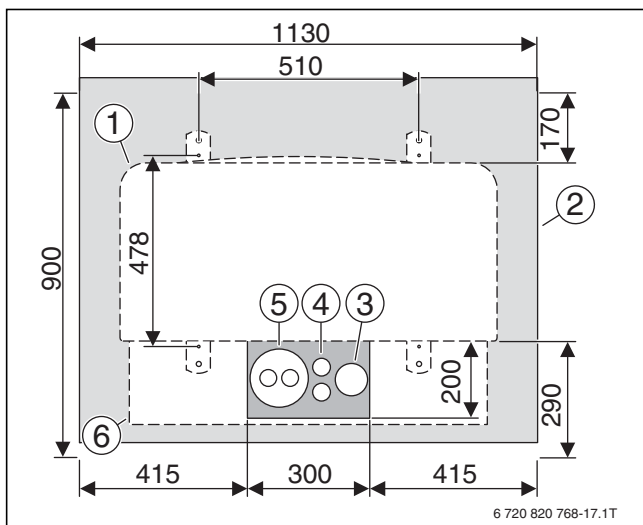
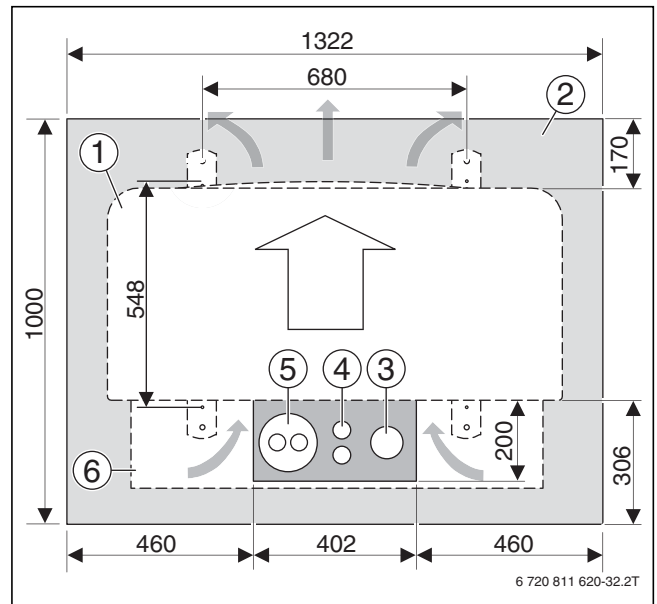

Bild 50 Abmessungen der Fundamentplatte und der Aussparung für die Rohre (CS7001iAW 5/7/9 OR-S)
Bild 51 Abmessungen der Fundamentplatte und der Aussparung für die Rohre (CS7000iAW 13/17 OR-T)
**Legende zu Bild 50 und Bild 51:**